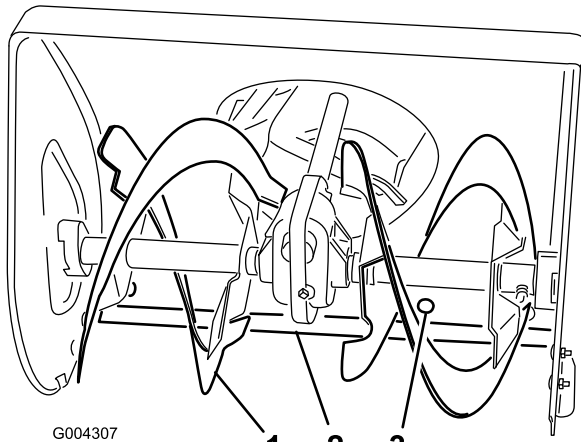

Bild 28
1. Seitenplatte des Räumwerks (2)
2. Bundmutter (4)
3. Kufe (2)
4. Stützen Sie die Schneckenblätter so ab, dass sie 3 mm vom Boden entfernt sind (Bild 28).
6. Lösen Sie zur Einstellung der Schürfleiste die fünf Befestigungsschrauben (Bild 28), richten Sie die Leiste aus und ziehen Sie die Befestigungsschrauben wieder fest.